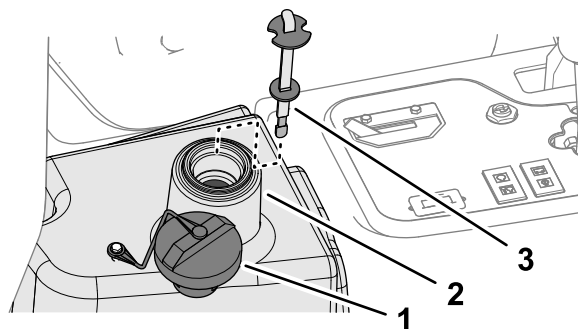

Figura 90
4. Riempite il serbatoio idraulico (Figura 90) con circa 22,7 litri di fluido idraulico; fate riferimento a Specifiche del fluido idraulico \(pagina 62\).